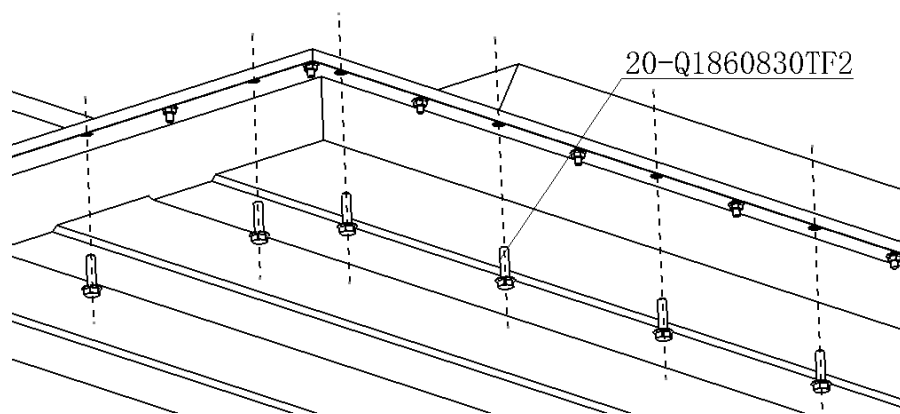

图4-2
- (4).使用绝缘扳手将动力电池从车辆底部拆下，将拆下的动力电池安放在绝缘支架上，拆卸过程中应避免碰撞。动力电池固定螺栓数量为20个，型号为Q1860830TF2，紧固时的扭力值为 $33 \pm 3\text{N}\cdot\text{m}$ （如图4-2所示）。